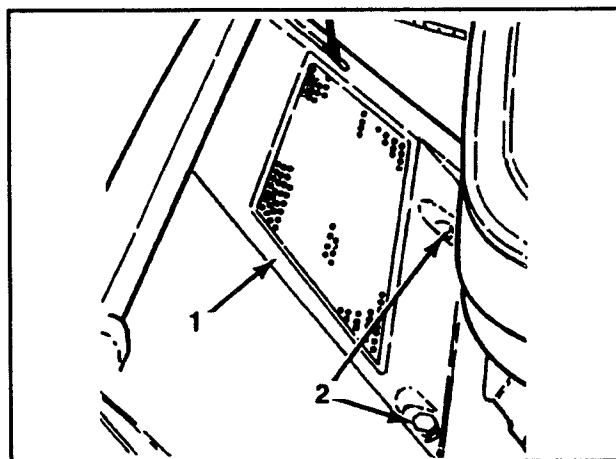

Figure 30
2. Retirez les deux (2) vis autotaraudeuses de 0,5 pouces qui retiennent le panneau écran au plateau de la tondeuse et retirez le panneau écran (fig. 30).